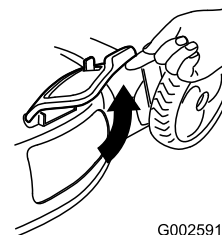

Figure 40
- Soulevez et ouvrez le volet d'éjection latérale (Figure 40).